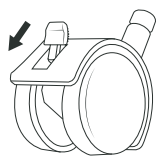

Fig. 2
- ◆ Tryk låsearmene på de to hjul ❹ ned, når du har stillet produktet på det ønskede sted, så produktet ikke kører videre (se fig. 2).